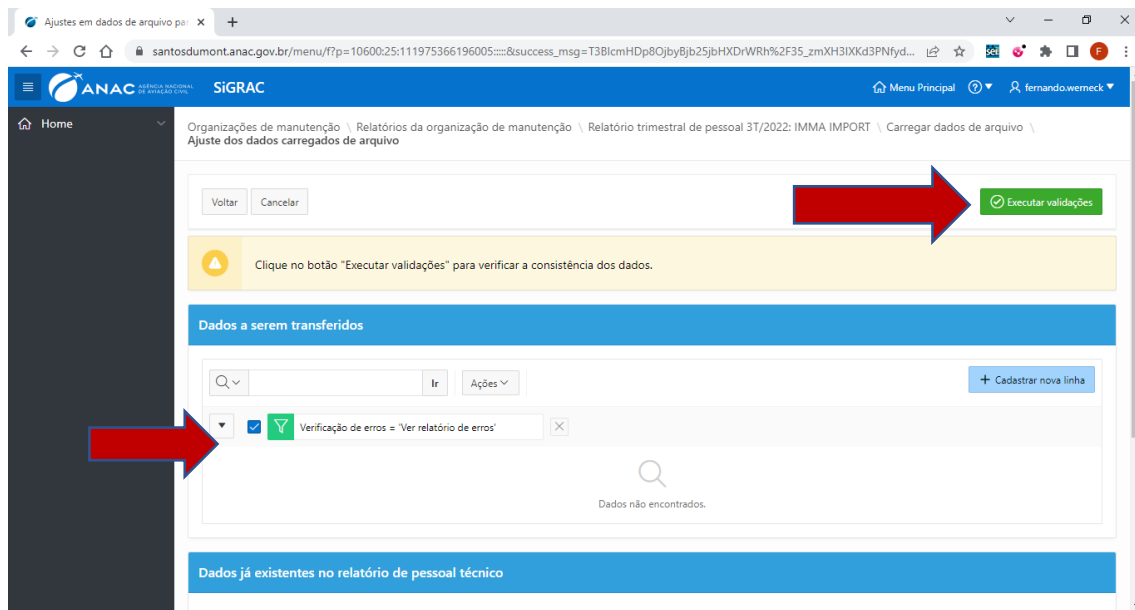
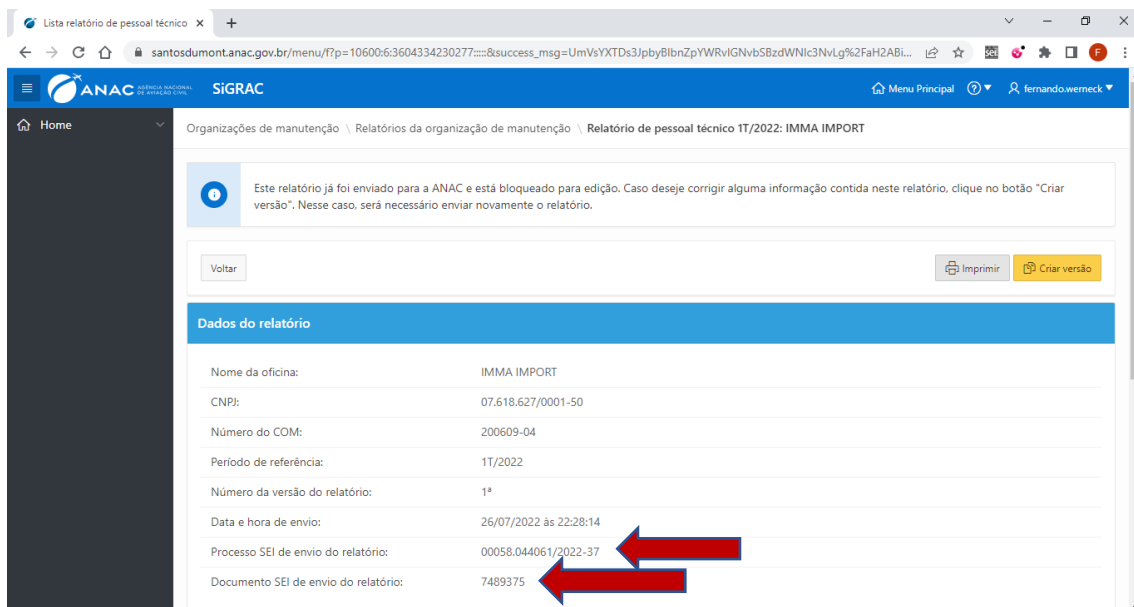

Figura 32: Tela de visualização com o erro corrigido
Figura 35: Tela de visualização do protocolo de envio SEI
Na tela seguinte examine a coluna "dados a serem transmitidos" na tabela abaixo e corrija os erros (Figura 32), caso existam. Caso o sistema não detecte erro, clique no botão **Executar validações** para transferir os dados para o relatório (Figura 35).
5. Clique em **Executar validações** e confirme se todos os erros foram corrigidos e se o sistema não indica erro (figura 35). Caso algum erro persista volte novamente ao item 1 deste passo a passo.